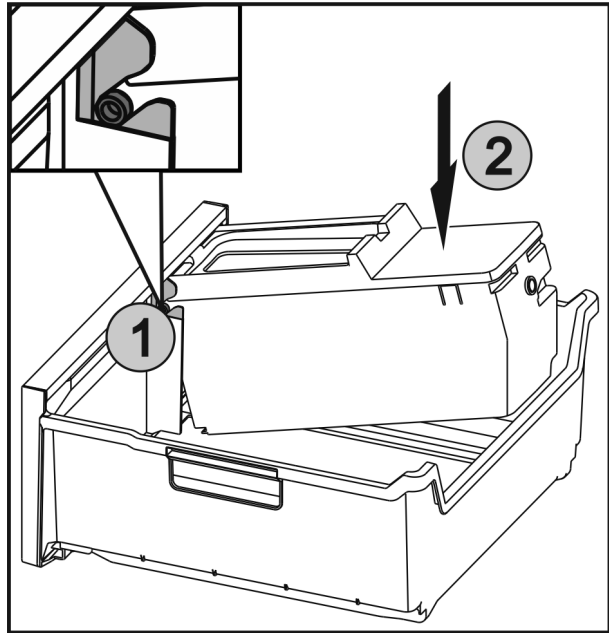

Fig. 59
- ▶ Вкарайте осите Fig. 59 (1) на EasyTwist-Ice във водачите и натиснете задната страна Fig. 59 (2), докато езичето се фиксира.